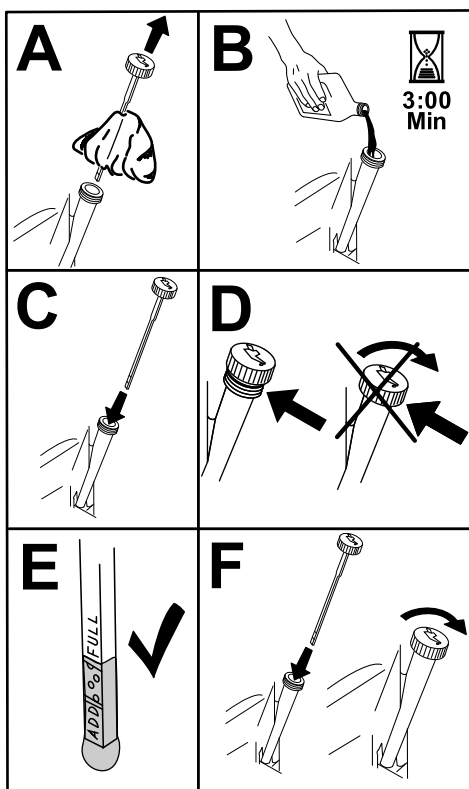

Figure 68
6. Versez lentement environ 80 % de l'huile spécifiée dans le tube de remplissage, puis faites l'appoint lentement jusqu'à ce que le niveau atteigne le repère maximum (Full) (Figure 68).